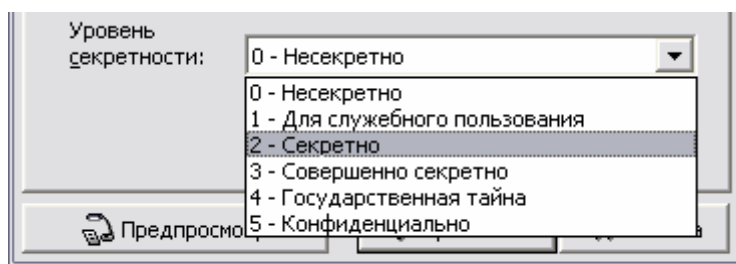

Рис. 18.42
9. Введите **уровень секретности** отчета, выбрав его из выпадающего списка (Рис. 18.42). Заданный уровень секретности будет виден при печати отчета в верхнем колонтитуле.